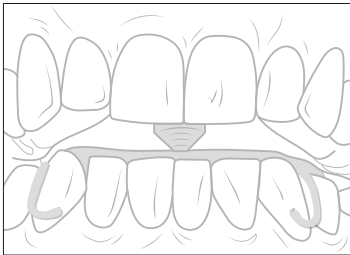

Fig. 3
**13.** Mediante movimientos de apertura y cierre se comprueba en la boca si la punta del arco encaja en el orificio del disco de plexiglás (Fig. 3).